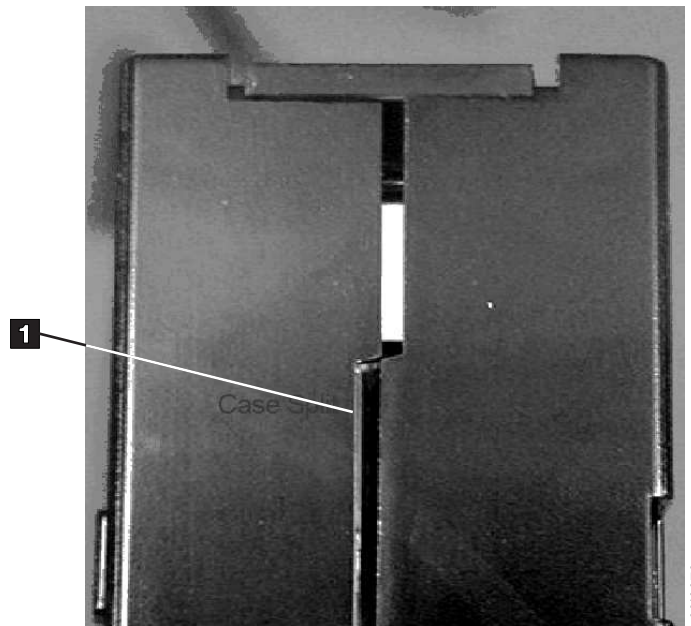

Abbildung 129. Naht der Kassette auf Lücken überprüfen
- Überprüfen Sie die Rückseite der Kassette (den Teil, der zuerst in den Kassettenladeschacht eingelegt wird). Die Naht des Kassettengehäuses darf keine Lücken aufweisen. Weist die Naht Lücken auf (siehe Abb. 129), hat sich der Bandmitnehmerstift möglicherweise verschoben.